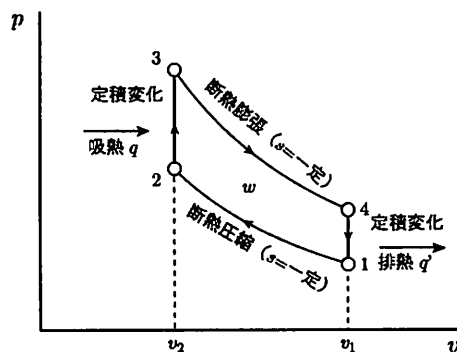
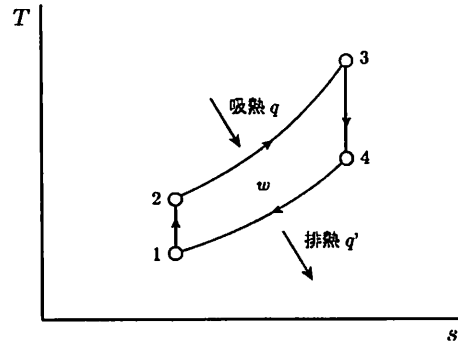
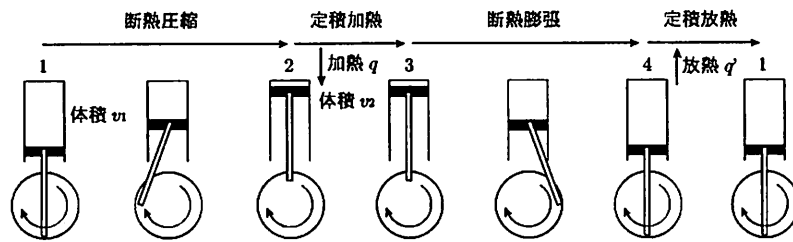

図 1: オットー・サイクルの p - v 線図
図 2: オットー・サイクルの T - s 線図
図 3: オットー・サイクル
(1) 本問は、ガソリンエンジンで用いられるオットー・サイクルに関する問題である。各過程は、図 1 の p - v 線図 (仕事を調べるのに便利) および図 2 の T - s 線図 (熱を調べるのに便利) からなる：
となる。これが T - s 線図 2 の温度である。図 3 にオットー・サイクルの各過程におけるシリンダ内のピストンの位置を示してある。